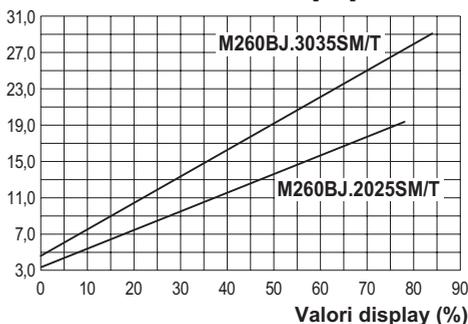
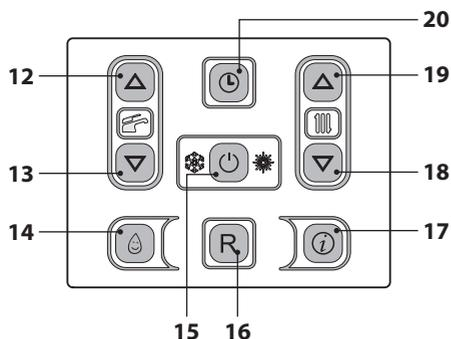

Figura 7.10
Figura 7.15
Il grafico in Figura 7.10 rappresenta come varia la potenza utile della caldaia in riscaldamento al variare del valore impostato nella scheda comando.
- Entrare in "modalità programmazione" preme contemporaneamente per 10 secondi i tasti 15 - 18 - 19 (Figura 7.15) fino a far apparire sul display LCD le lettere **P01** e il valore del parametro, indicanti l'entrata nel "parametro 01" (Figura 7.14).
- Utilizzando i tasti 12 o 13 (Figura 7.15) è possibile modificare il valore del parametro 12 (riferirsi al grafico Figura 7.10 per determinare il valore corretto in funzione della potenza utile di riscaldamento).
- Premendo il tasto 15 (Figura 7.15) si ottiene la conferma del valore inserito.